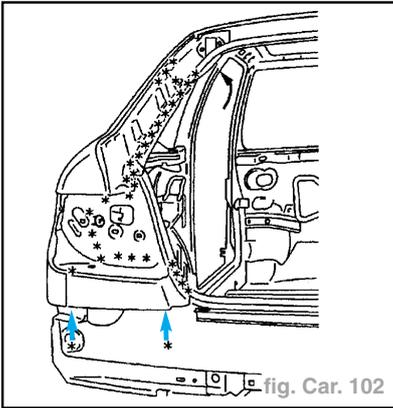

fig. Car. 102
- Dégraffer les points à l'aide d'une fraise de  $\varnothing = 8 \text{ mm}$  (fig. Car. 102).
- Souder par points électriques (fig. Car. 102 et 103).
- Souder par points bouchons MAG (fig. Car. 102 et 103).
- Souder par cordons successifs au MAG (fig. Car. 102 et 103).
- Effectuer une finition étain sur les soudures MAG (fig. Car. 102 et 103).